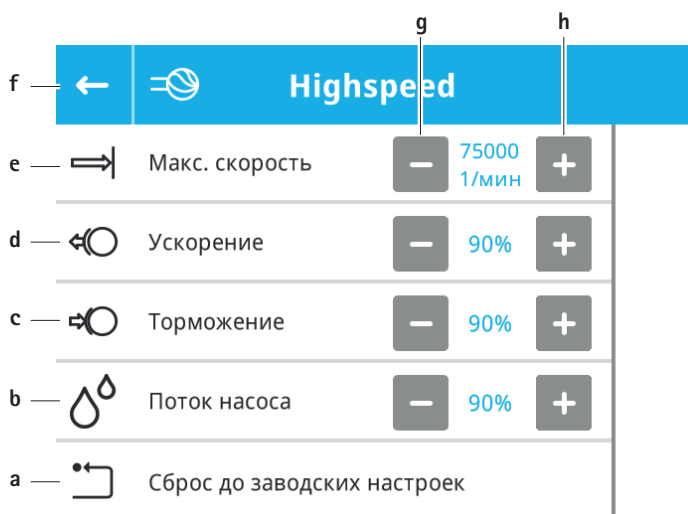

Рис. 11 Настройки мотора – выбранный тип рабочего элемента
- Показать/изменить настройки мотора для типа рабочего элемента: Нажать кнопку типа рабочего элемента b. Открывается подменю выбранного типа рабочего элемента, см. Рис. 11.